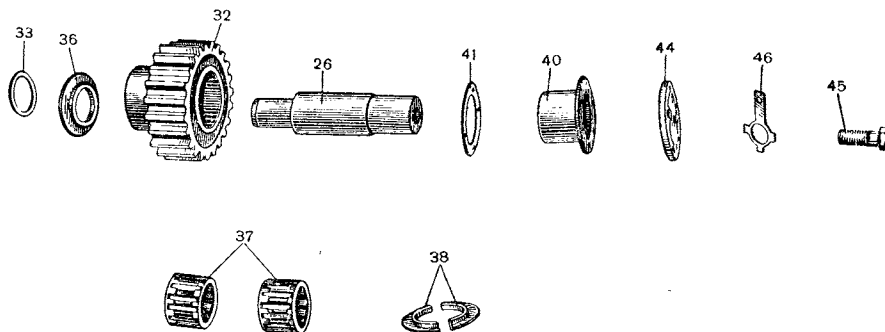

Рис. 159. Детали передачи заднего хода:
**Шестерня заднего хода** (рис. 159) установлена в нижней половине картера на оси 26 на двух роликоподшипниках, ролики которых обкатываются непосредственно по шлифованным поверхностям оси и шестерни. Шестерня заднего хода находится в постоянном зацеплении с муфтой включения промежуточного вала. От осевого перемещения шестерня удерживается шайбой 36 и разъемным кольцом 38. Разъемное кольцо своим буртом входит в выточку в торце втулки 40 и тем самым фиксируется на оси.